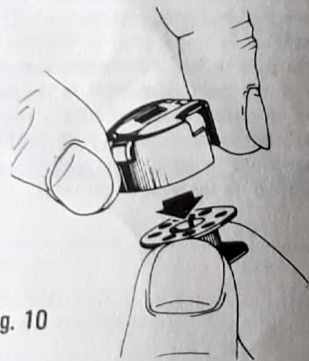

Fig. 10
- \* Tome el carretelillo ya bobinado y colóquelo en la caja de la bobina tal como lo indica la fig. 10 presentándolo de modo que el hilo se desenrolle de izquierda a derecha.